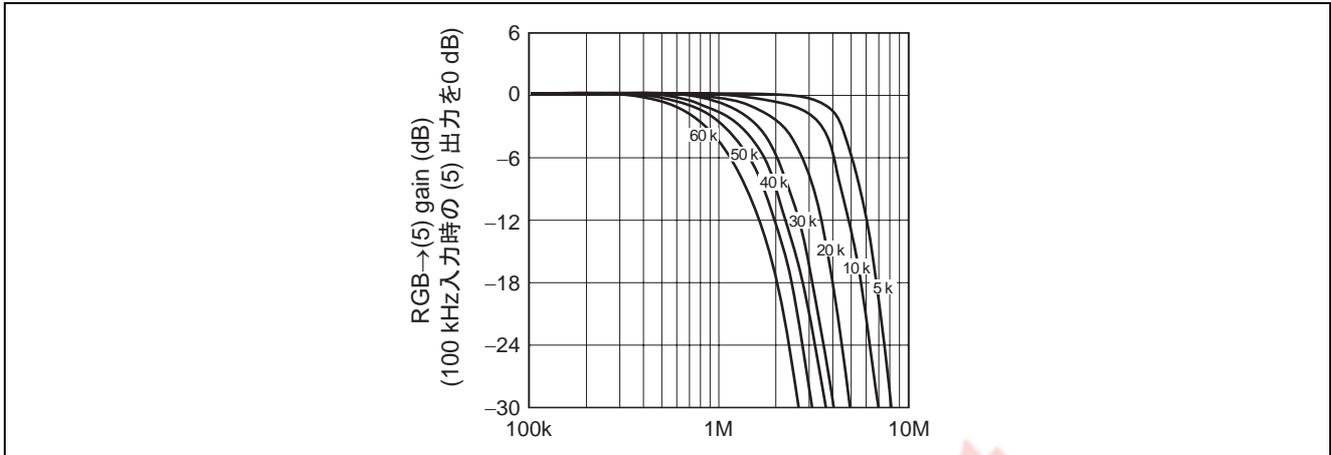

図 1 色差 LPF の周波数特性 (測定条件は TEST No.14, 15 参照)
(20) (fc CONT.) 外付け抵抗により、本 IC に内蔵する色差 LPF の周波数特性を図 1 に示すように設定することができます。